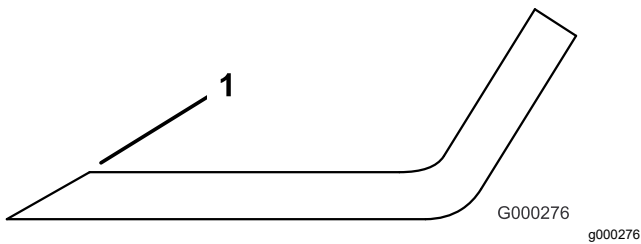

**Bild 130**
2. Prüfen Sie die Schnittkanten des Messers sorgfältig, insbesondere dort, wo die geraden Flächen die gebogenen berühren (**Bild 130**).
**Hinweis:** Da Sand und anderes reibendes Material das Metall abschleifen kann, das die flachen mit den gebogenen Teilen verbindet, müssen Sie das Messer vor jedem Einsatz des Rasenmähers prüfen. Wenn Sie Abnutzungen (**Bild 130**) feststellen, sollten Sie das Messer auswechseln.